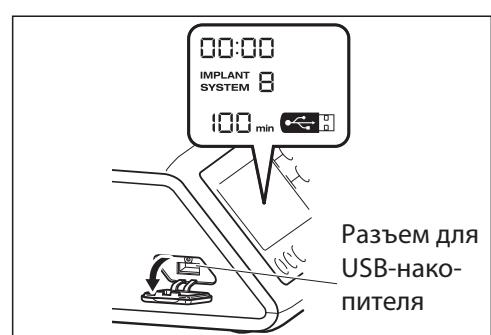

Рис.13
- 2) Вставьте USB-накопитель. На дисплее появится значок USB-накопителя, затем прибор распознает его. (Рис. 13)